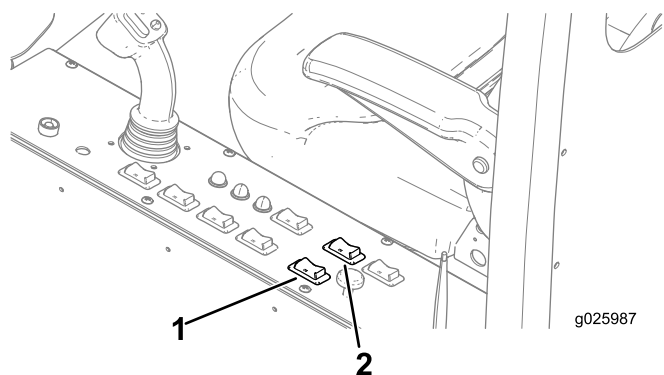

Рисунок 50
1. Чтобы переместить кабину в положение БУРЕНИЯ, нажмите вверх клавишный ПЕРЕКЛЮЧАТЕЛЬ ПЕРЕМЕЩЕНИЯ КАБИНЫ и удерживайте его в этом положении до останова кабины (Рисунок 50).
2. Для поворота кабины в требуемое положение бурения нажмите вверх КУЛИСНЫЙ ПЕРЕКЛЮЧАТЕЛЬ ПОВОРОТА КАБИНЫ (Рисунок 50).
1. Чтобы повернуть кабину в ТРАНСПОРТНОЕ положение, нажмите вниз КУЛИСНЫЙ ПЕРЕКЛЮЧАТЕЛЬ ПОВОРОТА КАБИНЫ и удерживайте его нажатым до останова кабины (Рисунок 50).
2. Чтобы переместить кабину в ТРАНСПОРТНОЕ положение, нажмите вниз КУЛИСНЫЙ ПЕРЕКЛЮЧАТЕЛЬ ПЕРЕМЕЩЕНИЯ КАБИНЫ и удерживайте его в нажатом положении до останова кабины (Рисунок 50).